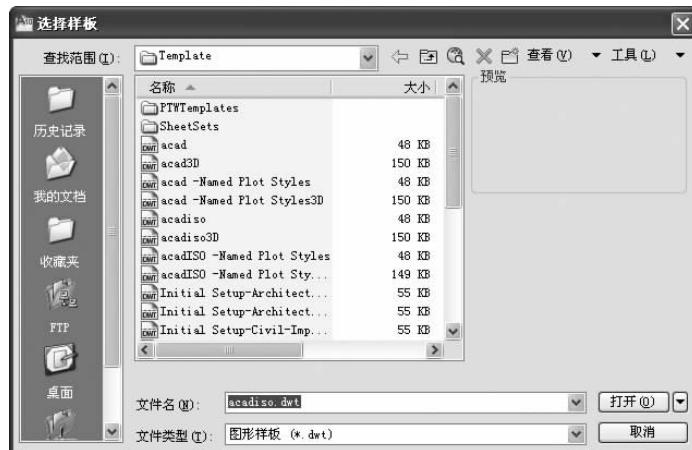

图 1-17 “选择样板”对话框
(1)执行“文件”→“新建”命令或单击“标准”工具栏中的“新建”按钮，打开“选择样板”对话框，如图 1-17 所示。